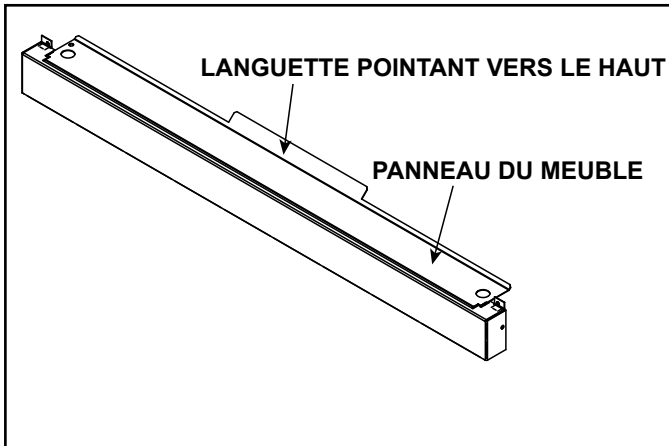

Figure 10.7 Installation du panneau inférieur et du panneau du meuble
1. Installez le panneau inférieur du meuble en plaçant le bord avant du panneau sous la lèvre supérieure du panneau inférieur. Les petites languettes à gauche et à droite du panneau du meuble s'aligneront avec les fentes sur le dessus du panneau inférieur. Voir les figures 10.7, 10.8 et 10.9.